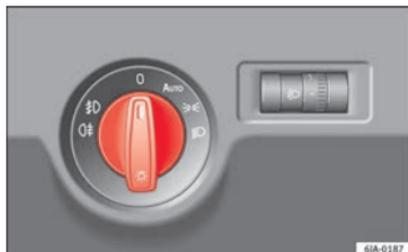

Fig. 129 Cuadro de instrumentos: mando de las luces.
La ubicación de mandos de control de los coches **con dirección a la derecha** difiere parcialmente de la ubicación mostrada aquí » **fig. 129** » pág. 125. Sin embargo, los símbolos que indican las respectivas posiciones de los mandos siguen siendo iguales.
– Gire el mando de las luces » **fig. 129** hasta la posición »↵.
– Gire el mando de las luces » **fig. 129** hasta la posición »D.
– Gire el mando de las luces » **fig. 129** hasta la posición 0.
Las luces diurnas son unos dispositivos de señalización pensados para aumentar la seguridad vial. Se trata de unas luces integradas en los faros que se encienden cada vez que se conecta el encendido si el mando de luces se encuentra en la posición **O** o **AUTO** **»» fig. 129**. Se desactiva automáticamente al conectar la luz de población.
Si el conmutador de luces está en la posición **AUTO** » fig. 129, se conectan o desconectan automáticamente la luz de posición y de cruce, así como la luz de matrícula.